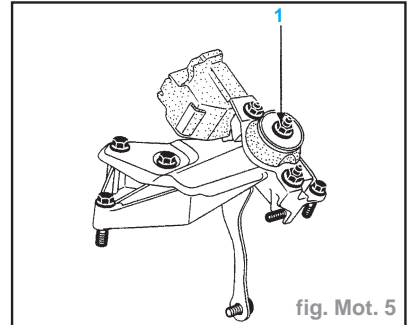

fig. Mot. 5
- Déposer l'écrou (1), puis à l'aide d'un jet de bronze, frapper pour dégager le goujon de la fixation de suspension pendulaire (fig. Mot. 5).